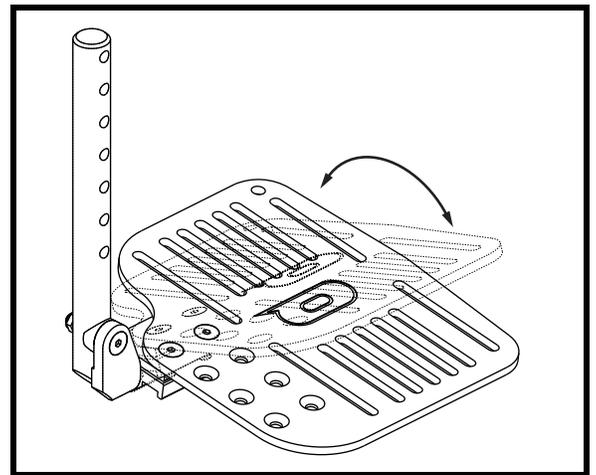

Figure 29. Réglage de l'angle de la palette
2. Inclinez la palette dans la direction désirée. **Voir la figure 29.**